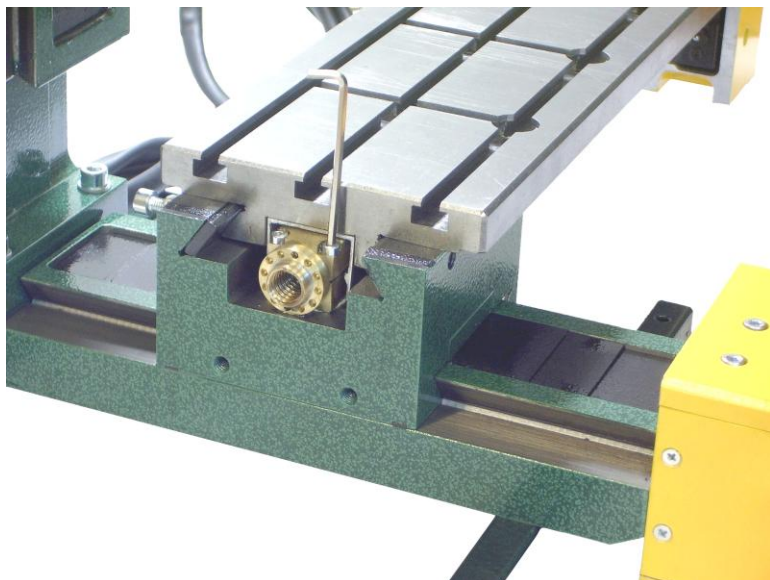

Рис. 7. Стопорные болты венца регулировки.
2.5.3.3 Ослабить стопорные болты венца регулировки (**Рис. 7**) при помощи шестигранного ключа **2.5**.
2.5.3.6 Затянуть стопорные болты венца регулировки (**Рис. 7**) при помощи шестигранного ключа **2.5**.